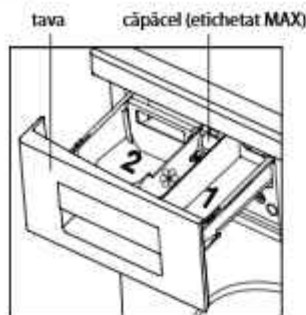

Figura 14
6.2.7 Când alegeți funcțiile suplimentare  , se recomandă să utilizați numai detergenți praf, care sunt plasate în împărțiturile 1 și 2, în conformitate cu Figura 14, 15.
6.2.9 Supradozajul substanțelor de tratament special în împărțitura ⑧ (mai sus de MAX marcat pe capac așa cum se arată în Figura 14 sau eticheta de pe partea laterală a împărțiturii, în conformitate cu Figura 15), precum și intrarea lor în împărțitura vecină reduce calitatea de spălare.